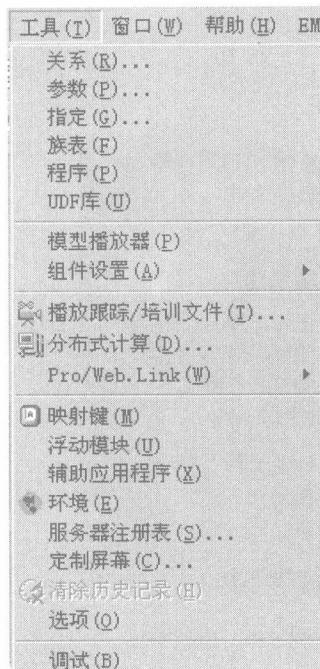

图 1-10 工具菜单
(8) 【工具】菜单。【工具】菜单如图 1-10 所示，其中的选项可用来定制 Pro/ENGINEER Wildfire 3.0 的工作环境、设置外部参照控制及使用模型播放器来查看模型创建历史记录。它还包括设置配置选项、播放跟踪/培训文件、创建和修改映射键及使